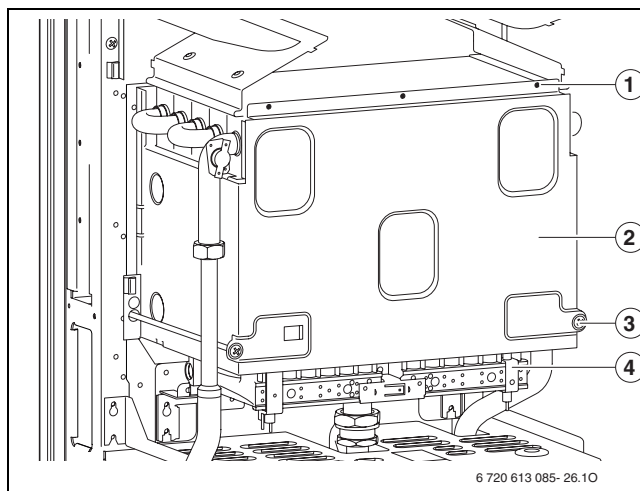

Fig. 51 Abrir o queimador
- ▶ Retirar a parte da frente da câmara de combustão e o queimador (→ fig. 51).